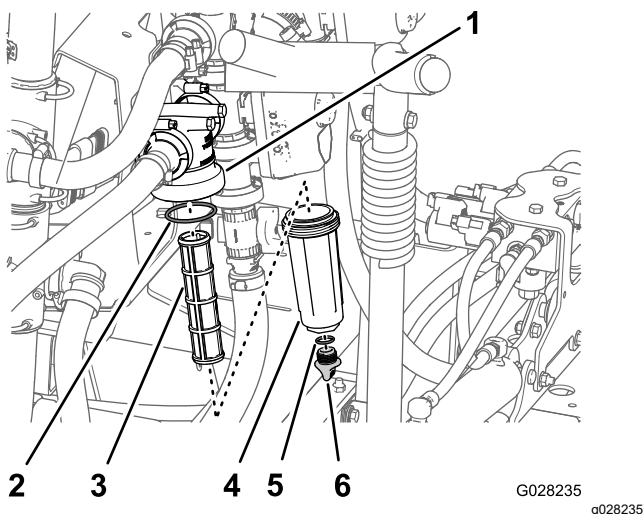

Figure 114
2. Placez un bac de vidange sous le filtre de pression (Figure 114).
3. Tournez le bouchon de vidange dans le sens antihoraire et déposez-le de la cuvette du filtre de pression (Figure 114).
4. Tournez la cuvette dans le sens antihoraire et déposez-la de la tête du filtre (Figure 114).
5. Retirez l'élément du filtre de pression usagé (Figure 114).
6. Contrôlez l'état et l'usure du joint torique du bouchon de vidange (à l'intérieur de la cuvette) et du joint torique de la cuvette (à l'intérieur de la tête du filtre) (Figure 114).
7. Montez le nouvel élément filtrant dans la tête du filtre de pression (Figure 114).
8. Vissez la cuvette sur la tête du filtre à la main (Figure 114).
9. Vissez le bouchon sur la cuvette à la main (Figure 114).